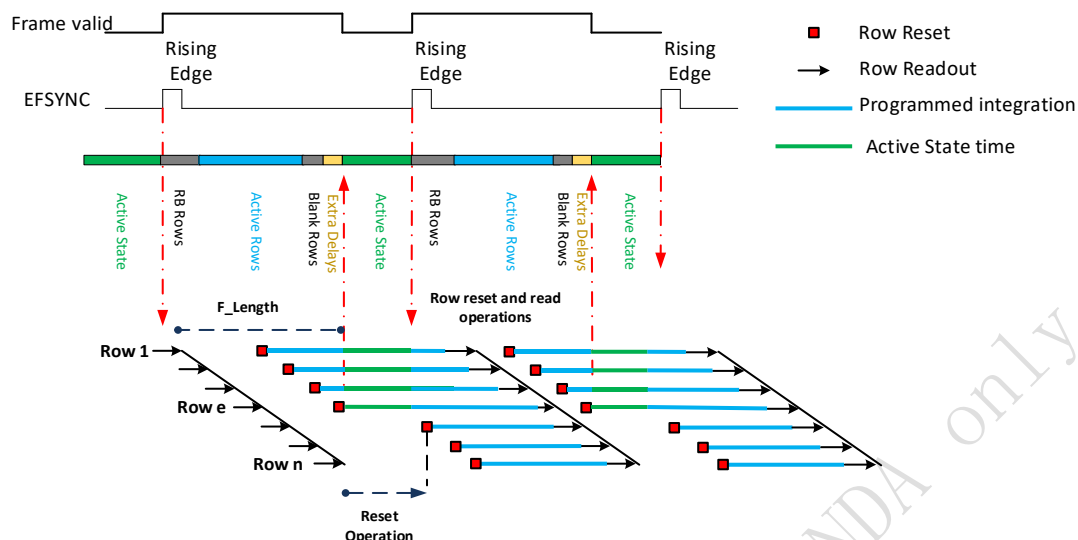

图 2-2 Slave Mode 曝光实现图
SC8238 Slave mode 下的曝光实现如图 2-2:
- 4) Active State 时, 芯片停止输出及停止 Row reset 操作, 如图 2-2 所示, 会导致一帧图像 Row 1~Row e 行与 Row (e+1)~Row n 行的曝光时间不同, Row 1~Row e 行的曝光时间比 Row (e+1)~Row n 行的曝光时间大, 多出的时间为 Active State time, 为避免这种曝光差异, 要求外部精确控制 EFSYNC, 使 Active State 控制在 20 个 PCLK 以内, 保证一帧内的每行曝光时间基本一致;